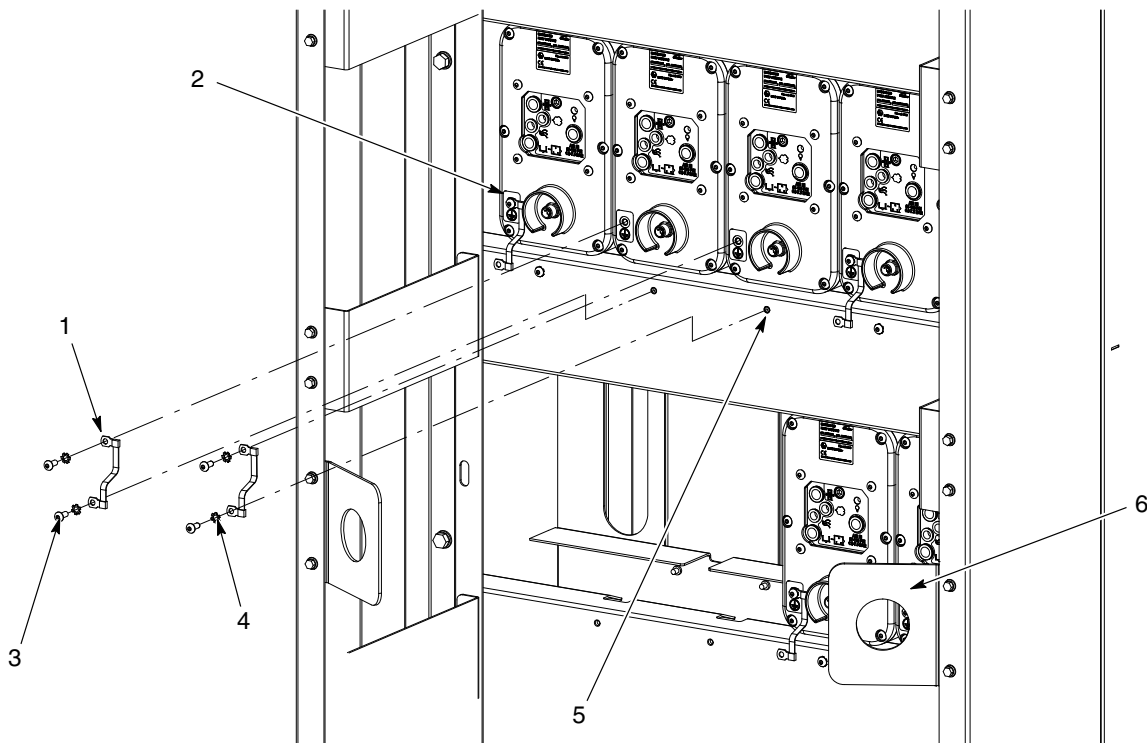

Figure 6 Remplacement des bandes de mise à la terre
1. Voir la Figure 6. S'il est nécessaire de remplacer une bande de mise à la terre (1), débrancher toute alimentation électrique du système.
2. Retirer ensuite la terre usée ou endommagée du goujon (2) à l'arrière du module de pompe.
3. Retirer le reste de la bande de mise à la terre en retirant la vis (3) et la rondelle frein (4) de leur position (5) sur l'armoire de pompe. Procéder dans l'ordre inverse pour poser une bande de mise à la terre neuve.